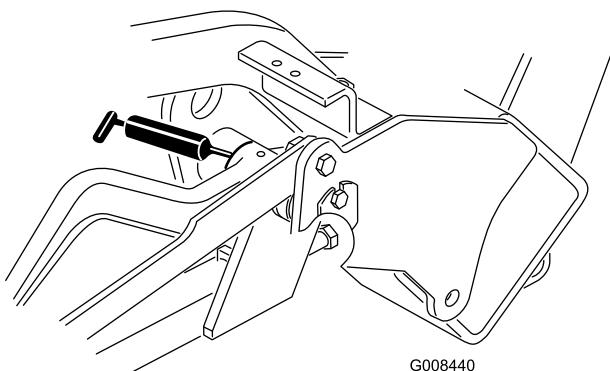

Figura 34
- Bracci di sollevamento (3) (Figura 34)